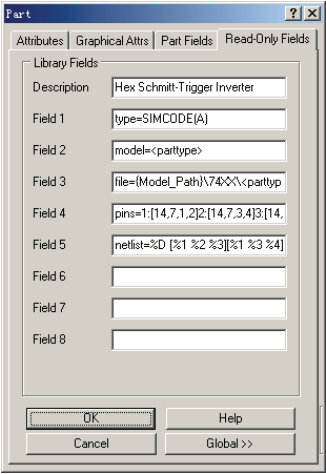

图 2-34 “Read-Only Fields”选项卡
4) “Read-Only Fields”选项卡：设置元器件的只读标注，如图 2-34 所示，这些标注文字不能直接在电路图中修改。